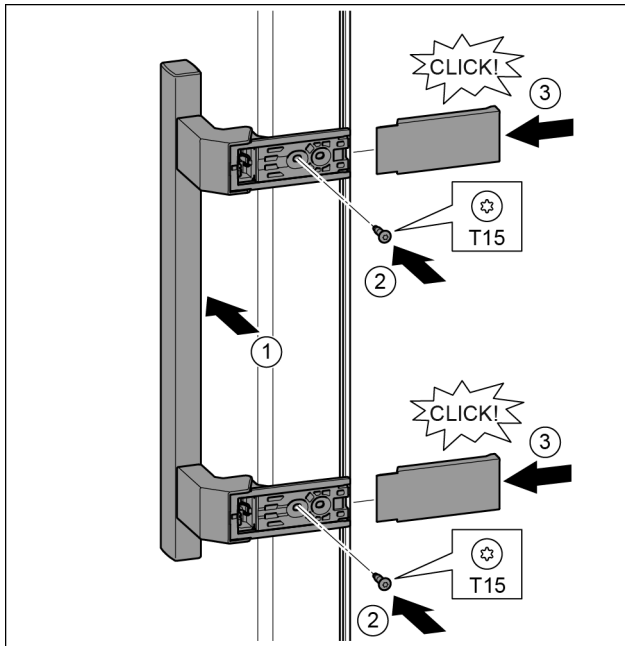

Fig. 39
- Griff auf der Gegenseite ansetzen. Fig. 39 (1)
- Schrauben mit Schraubendreher T15 festschrauben. Fig. 39 (2)
- Abdeckungen seitlich ansetzen und aufschieben. Fig. 39 (3)